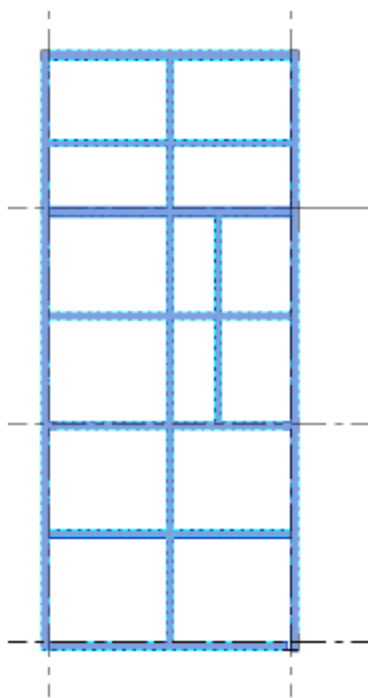
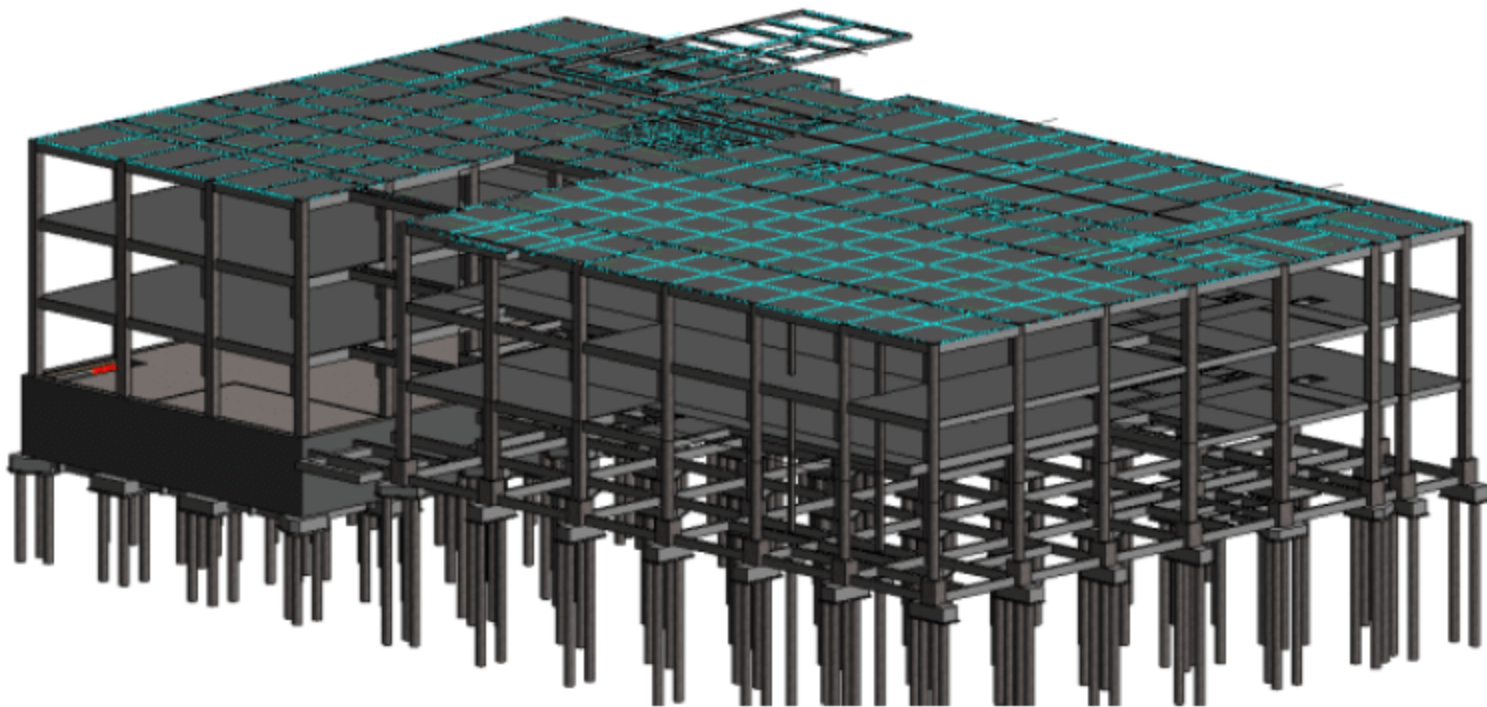

图 5.2.18 出屋面梁平面图
图 5.2.19 出屋面梁 3D 图
(11) 出屋面梁绘制方法介绍完毕，剩余梁按上述步骤即可完成。当出屋面梁绘制完成后，保存项目，平面图如图 5.2.18 所示，3D 效果如图 5.2.19 所示。